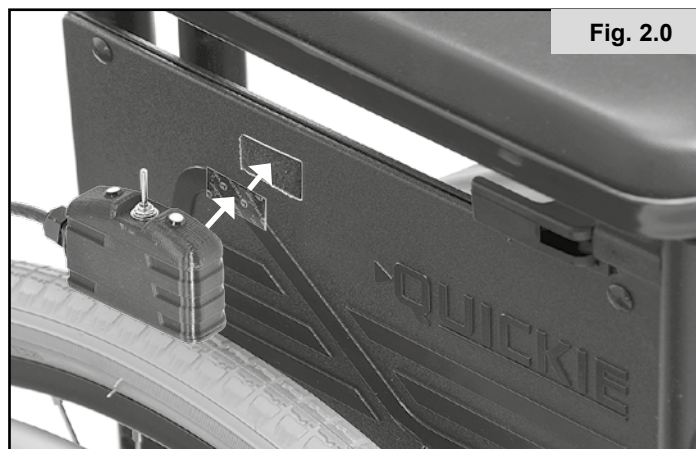

Fig. 2.0
2. Die Schaltbox kann überall befestigt werden: Bringen Sie dazu einfach den mitgelieferten Klettverschluss an der Seite der Schaltbox und an der Armlehne, am Rahmen oder an einer anderen Stelle am Rollstuhl an (Fig. 2.0).